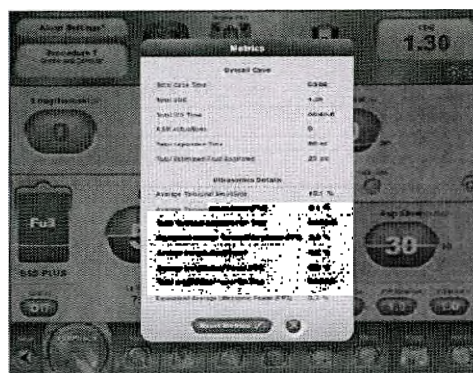

Рисунок 2-44 Диалог показателей с кумулятивной рассеиваемой энергией (CDE)
Текущее значение кумулятивной рассеиваемой энергии (CDE) отображается на этой клавише. Диалог *Статистика* (Metrics) появляется, когда клавиша нажата (см. рисунок 2-44). Показатели для ультразвука (Ultrasonics) и гидродинамики (Fluidics) отображены для текущей хирургической процедуры. Нажатие клавиши «Отмена» (X) сохраняет показатели и возвращает систему к последнему используемому экрану. Нажатие клавиши «Сброс показателей» (✓) сбрасывает все показатели к нулю и возвращает систему к последнему используемому экрану.